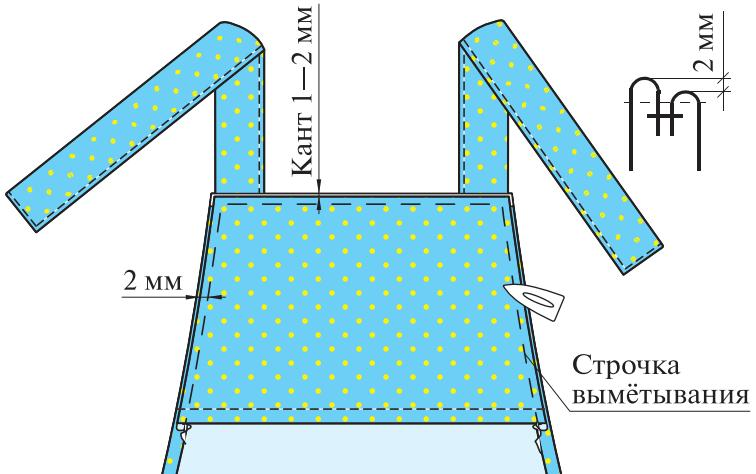

Рис. 6.38. Выметывание нагрудника
Выметайте верхний край фартука со стороны обтачки на расстоянии 2 мм от шва, образуя кант из нагрудника шириной 1–2 мм (кант располагают на изнаночной стороне, чтобы не было видно шва с лицевой стороны фартука). Шов приутюжьте (рис. 6.38).
6. Проверьте качество обработки верхней части нагрудника по следующим критериям: сгибы бretелей располагаются на расстоянии не более 2 мм от углов нагрудника; углы хорошо выпрямлены; шов обтачивания тщательно выпрямлен и не виден с лицевой стороны фартука; ширина канта — не более 2 мм (рис. 6.38); шов обтачивания приутюжен с обеих сторон.